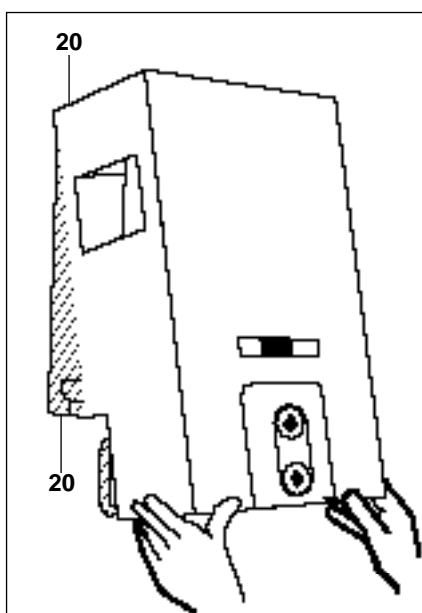

Fig.6
- Dévissez les quatre vis "20" soulever la façade pour la dégager (fig.6).